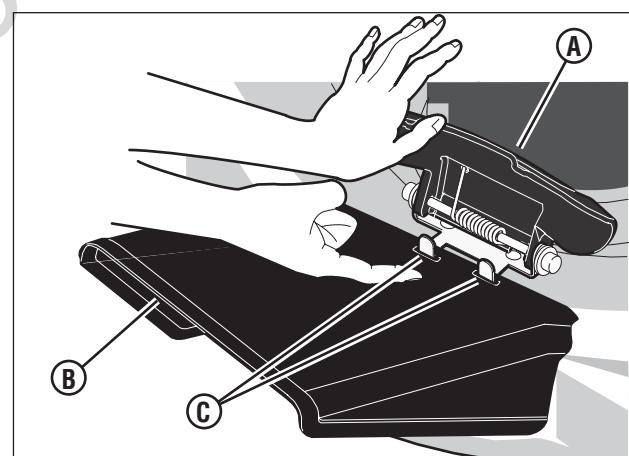

Figura 8: Instalación del deflector de descarga
1. Levante la tapa de la desmenuzadora (A, **Figura 8**).
2. Instale el deflector (B) en la cubierta debajo de la cubierta de la desmenuzadora, asegurándose de que las lengüetas de bloqueo de la cubierta (C) pasen por las ranuras del deflector (B).